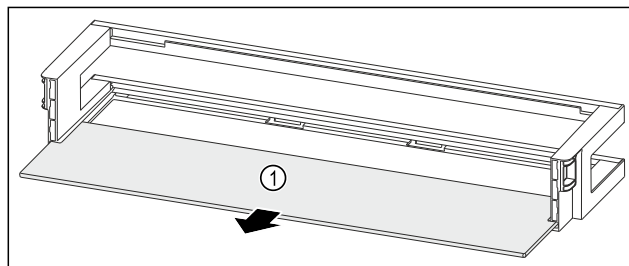

Fig. 89 Polica u vratima s policom za odlaganje
- Izvadite policu Fig. 89 (1).